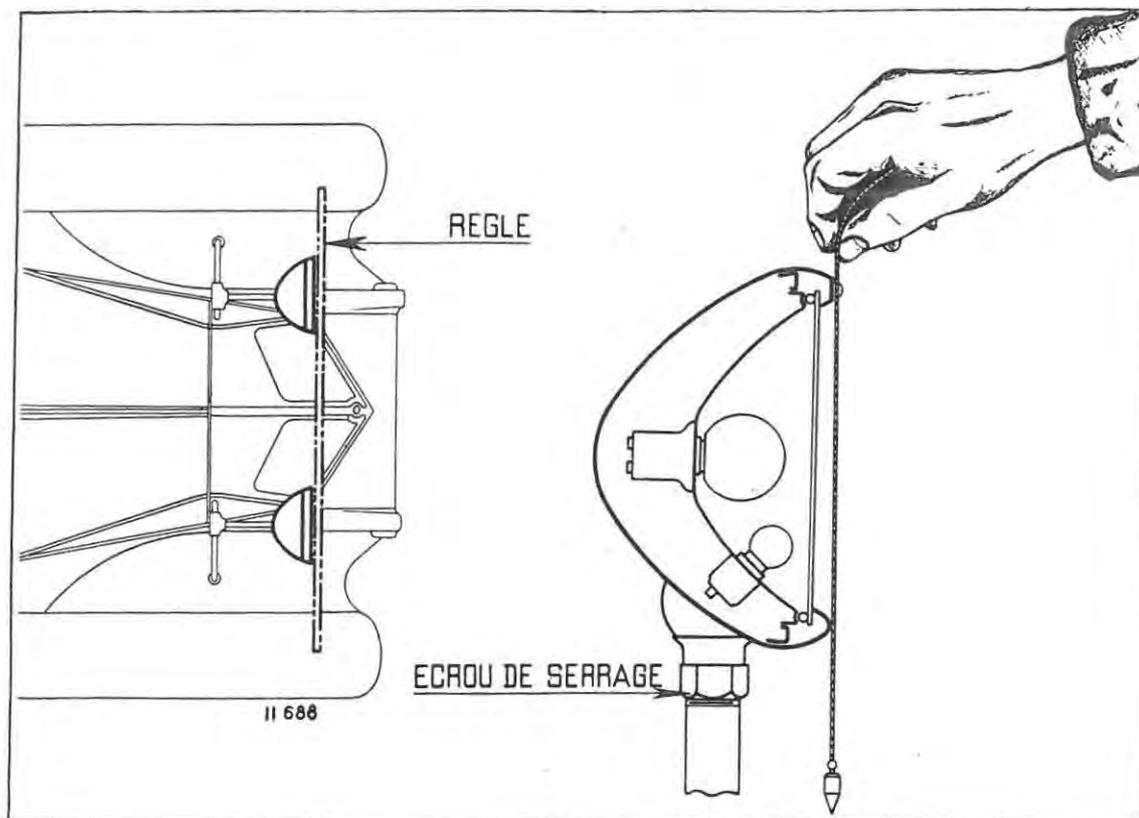

Fig. 17. — Réglage des phares.
8. Régler les phares (Fig. 17).